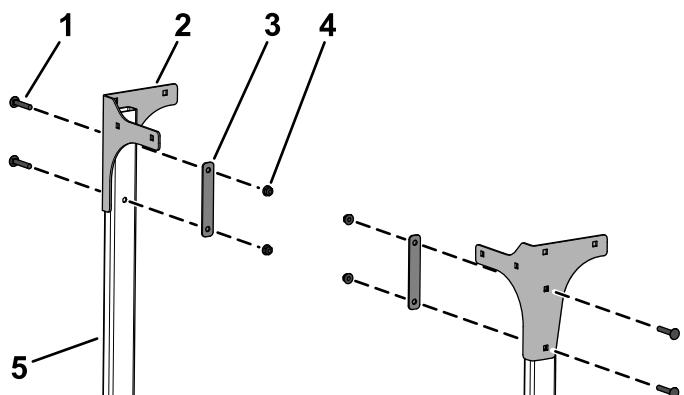

Рисунок 8
7. Установите, не затягивая, левую и правую задние пластины на трубы с помощью 4 каретных болтов (5/16 x 1-3/4 дюйма), двух опорных пластин и 4 фланцевых гаек (5/16 дюйма), как показано на Рисунок 8.